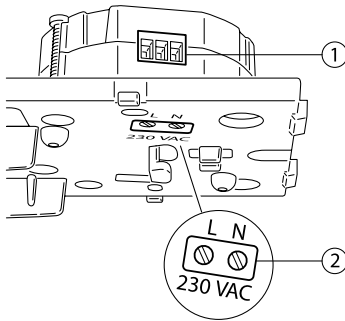

Fig. 23: Netzanschluss herstellen
- Die Adern des vorverlegten 230V-Netzanschlusskabels 3-4 mm abisolieren und an die Klemmen L und N des Netzteils anschließen (Fig. 23, Pos. 1).
- Die Aderenden durch die Öffnung auf der Vorderseite der Elektronikbox festschrauben (Fig. 23, Pos. 2).